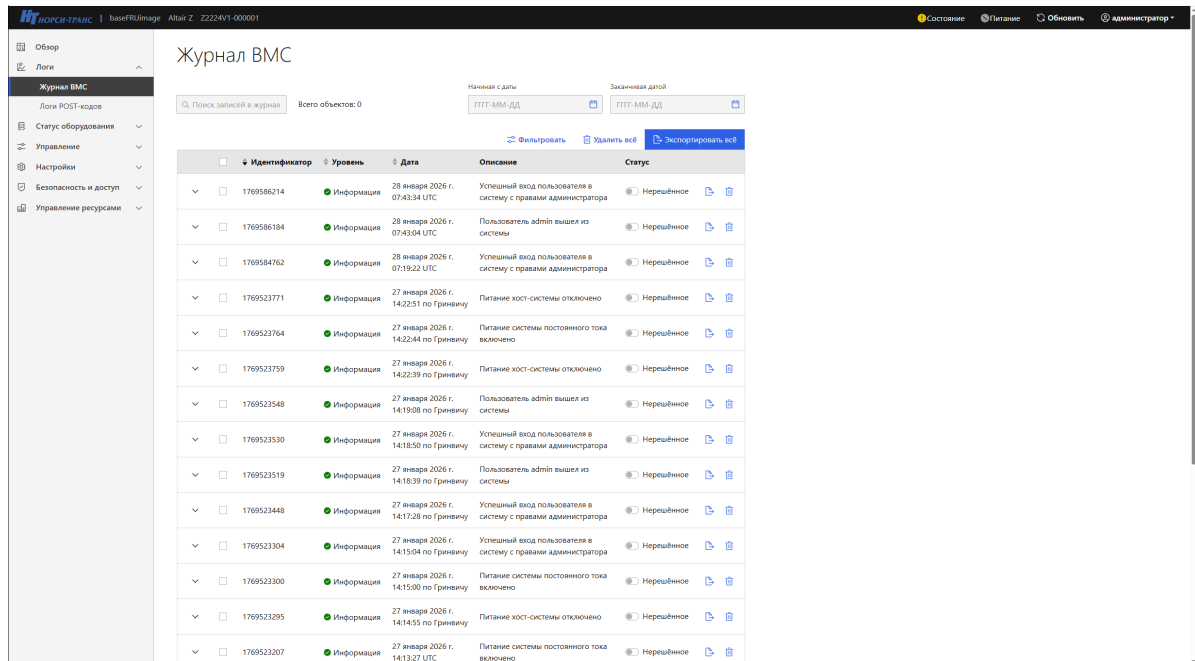

Рис. 76. Окно «Журнал ВМС»
- 2) Пройдите во вкладку «Логи» → «Журнал ВМС» в данной вкладке отображены все события произошедшие в сервере. В поле «Поиск записей в журнале» производится поиск события. В поле «Начиная с даты» произведите фильтрацию по дате начала события, в поле «Заканчивая датой» произведите фильтрацию по дате окончания события. «Удалить всё» позволяет удалить все произошедшие события. «Экспортировать всё» позволяет экспортировать все записи журнала ВМС. Окно показано на рис. 76 Окно «Журнал ВМС»